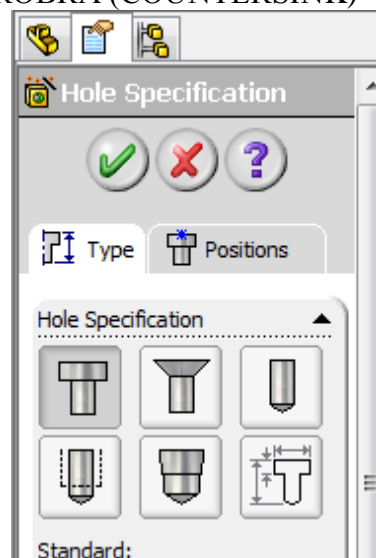

Рис. 6.1.8. Мастер отворів
8. Створимо кріпильний отвір з різьбою М3.5 з плоскою головкою. Поверніть модель, виберіть верхню грань і запустіть інструмент ОТВЕРСТИЕ ПОД КРЕПЕЖ (HOLE WIZARD) . У вікні (рис. 6.1.8) ОПРЕДЕЛЕНИЕ ОТВЕРСТИЯ (HOLE SPECIFICATION) виберіть ЗЕНКОВКА (COUNTERSINK)